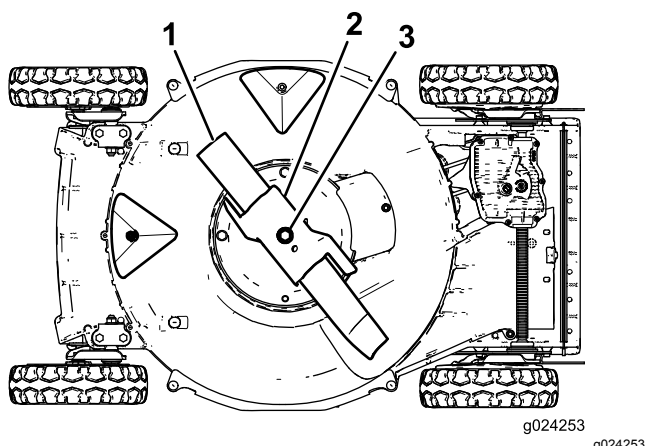

Figure 24
4. Basculez la machine sur le côté **droit** (filtre à air en haut), comme montré à la Figure 24.